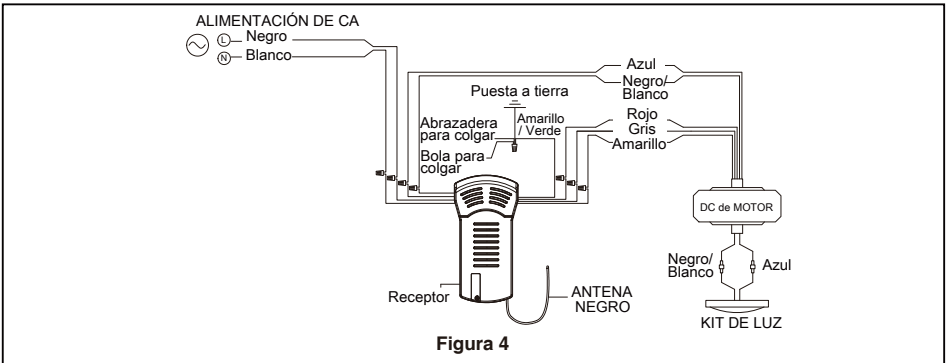

Figura 4
4. Enrosque el soporte de la varilla y alinee los orificios de la clavija de horquilla en ambas piezas. Instale la clavija de horquilla y asegúrela con la pinza de horquilla. Fije los dos tornillos de presión y las tuercas de seguridad en el soporte de la varilla interior. (Figura 4)
2. Levante cuidadosamente el ventilador y coloque el ensamble de la bola para colgar/varilla en la abrazadera para colgar que acaba de fijar a la caja de salida. Asegúrese de que la ranura de la bola esté alineada con la lengüeta de la abrazadera para colgar. (Figura 4)
3. Realice las conexiones de cables al bloque del terminal como se muestra en la Figura 4.
4. Instale la unidad LED en la unidad del kit de iluminación usando los tornillos extraídos en el paso 3A. (Figura 4)
4. Para que el ventilador sea funcional, instale las pila (incluidas) de 3V en el transmisor del mando a distancia. Mientras el ventilador esté apagado. A continuación, siga el proceso de fijación remota de código. Si no se utiliza el ventilador durante un largo periodo de tiempo, extraiga la batería para evitar cualquier daño al transmisor. Almacene el mando a distancia en un lugar alejado del calor o la humedad excesiva. (Figura 4)